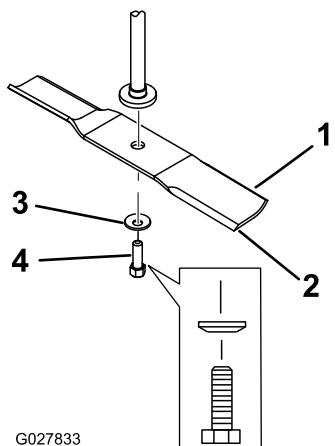

図 60
2. スピンドルのシャフトからブレードボルト、湾曲ワッシャ、ブレードを取り外す 図 60。
2. 湾曲ワッシャ、ブレードボルトを、スピンドルシャフトに取り付ける 図 60。
1. スピンドルシャフトにブレードを取り付ける(図 60)。